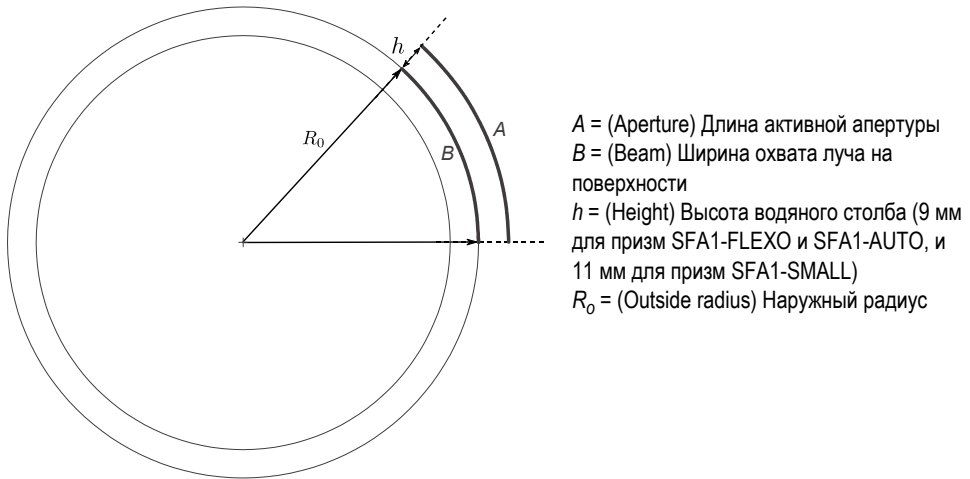

Рис. 4-5 Постоянные для расчета ширины луча ПФР на поверхности
Значение можно также рассчитать с помощью формулы (1) на стр. 43. Переменные формулы представлены на Рис. 4-5 на стр. 43.